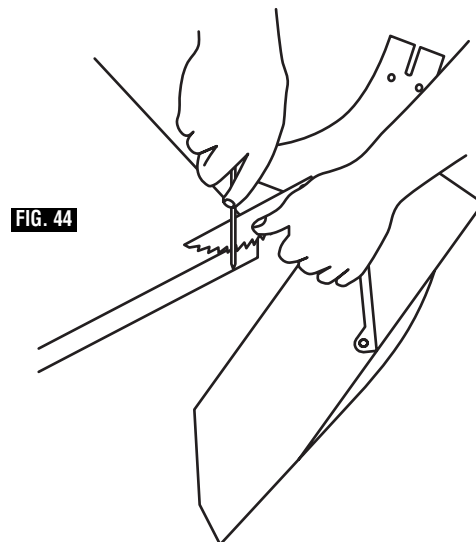

FIG. 44
3. Hold spreader with left hand and place pawl over corner of workbench (Fig. 44).
3. Tenez le séparateur de la main gauche et placez le taquet contre un coin de l'établi (fig. 44).
3. Sujete el separador con la mano izquierda y coloque el trinquete sobre la esquina del banco de trabajo (Fig. 44).